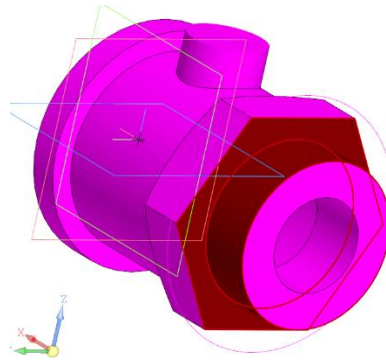

Рис. 13 Определение местоположения наружной проточки
- Выбирают вкладку **Проточка для наружной метрической резьбы по ГОСТ 10549–80**. Указывают местоположение проточки и ограничивающие поверхности (рис. 13).